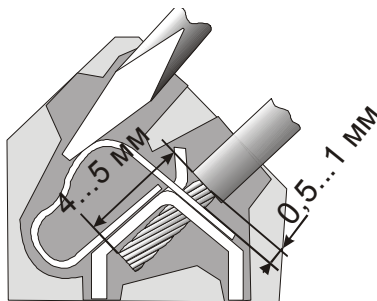

рис. 6.5
- проложить кабели через кабельные вводы, снять изоляцию с проводов, предназначенных для подключения в соответствии с рис. 6.5.
- подобрать соответствующий провод и вставить его зачищенный конец в раскрытое нижнее отверстие в соответствии с рис. 6.5 ;